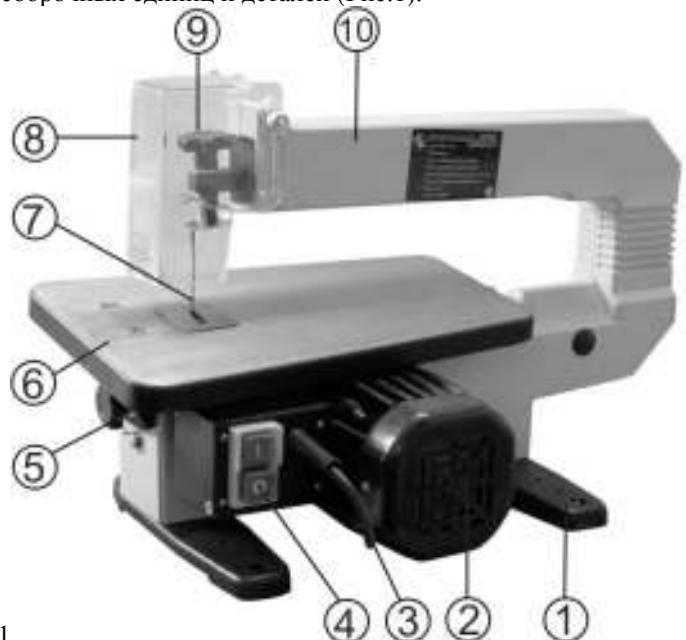

Рис.1
6.1. Лобзик состоит из следующих сборочных единиц и деталей (Рис.1):
8.2. Закрепите при помощи болта с гайкой ограждение пильного полотна (8) на раме (10), Рис.1.
ВНИМАНИЕ! Никогда не поднимайте лобзик за раму (10), Рис.1, в противном случае поломка неизбежна.